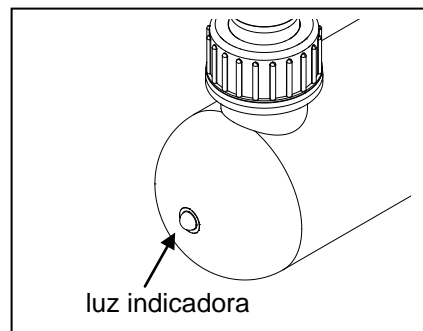

Fig. 11
11. Espere unos segundos para que la luz se encienda a continuación, compruebe que la luz indicadora para verificar si la luz está funcionando correctamente. Fig. 11